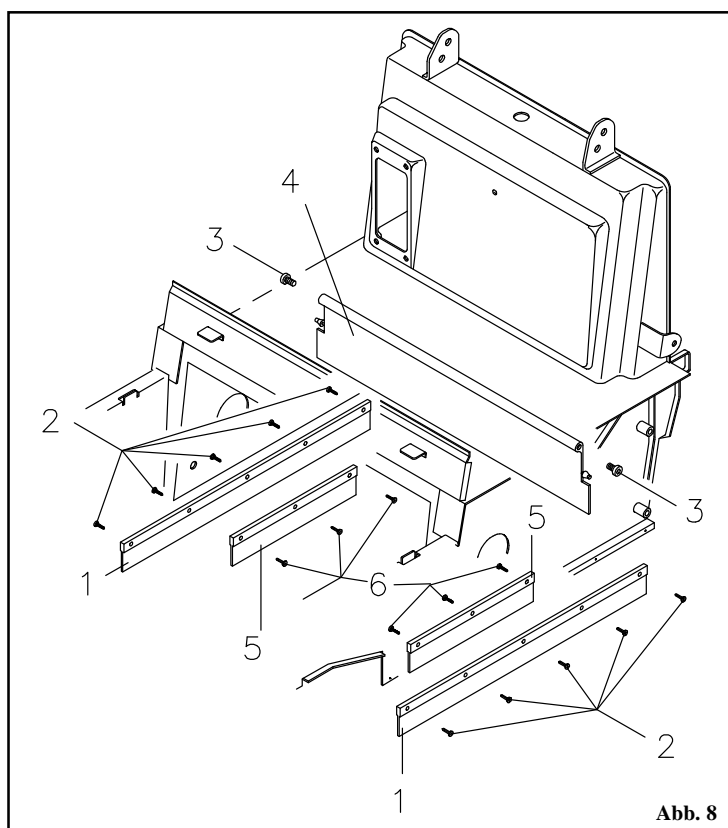

Abb. 8
Zum Wechseln der seitlichen Außklappen **1 Abb. 8** die Hinterräder und die entsprechenden Seitengehäuse abnehmen.
Die Befestigungsschrauben **2 Abb. 8** der Schmutzklappen lösen und diese durch neue austauschen.
Zum Wechseln der seitlichen Innenklappen **5 Abb. 8** den vorderen Maschinenteil anheben, die Befestigungsschrauben **6 Abb. 8** der Schmutzklappen lösen und diese durch neue austauschen.
- Die beiden Befestigungsbolzen **3 Abb. 8** der Schmutzklappen lösen, die sich auf den beiden Rahmenseiten befinden.
- Die Klappe **4 Abb. 8** greifen und nach außen von der Maschine wegziehen.